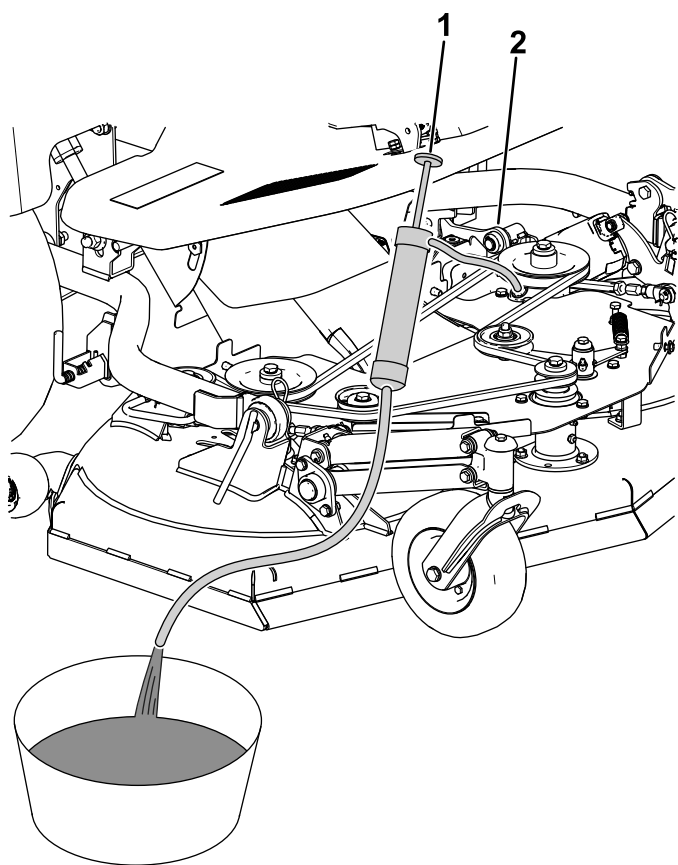

図 95
3. サイフォンを使ってギアボックスのオイルを抜き取る 図 95。